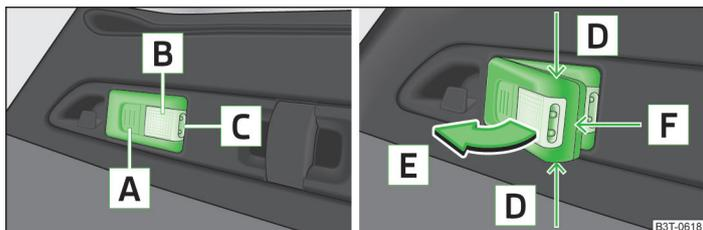

Abb. 92 Leuchte bedienen / Leuchte herausnehmen
- » Beleuchtung des Gepäckraums - es leuchtet Teil » Abb. 92 auf Seite 94 (die Leuchte sitzt in der Halterung).
- Wird die Leuchte nicht ausgeschaltet und korrekt in die Halterung eingesetzt, werden die Lampen im vorderen Teil **C** » Abb. 92 auf Seite 94 der Leuchte automatisch ausgeschaltet.
- Die Taste **A** » Abb. 92 drücken - die Leuchte leuchtet mit 100 % der Leuchtintensität.
- Die Leuchte im Bereich der Pfeile **D** » Abb. 92 anfassen und diese in Pfeilrichtung **E** herausschwenken.
- Die Akkuabdeckung mit einem schmalen, spitzen Gegenstand ab der Stelle des Arretierungsclips **F** » Abb. 92 auf Seite 94 abhebeln.